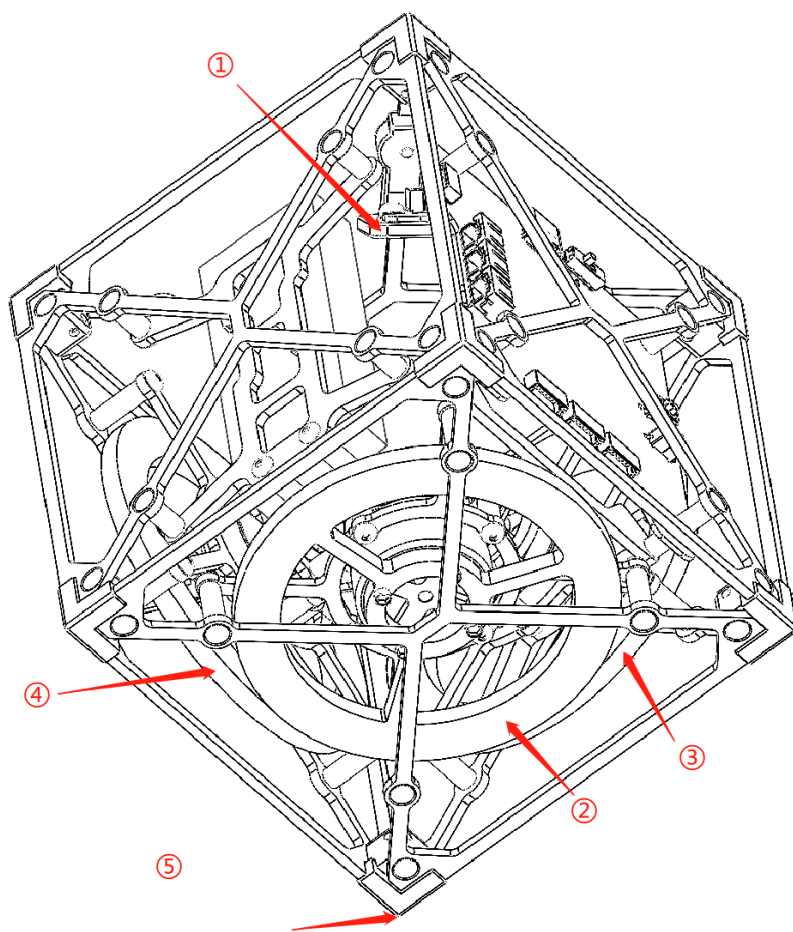
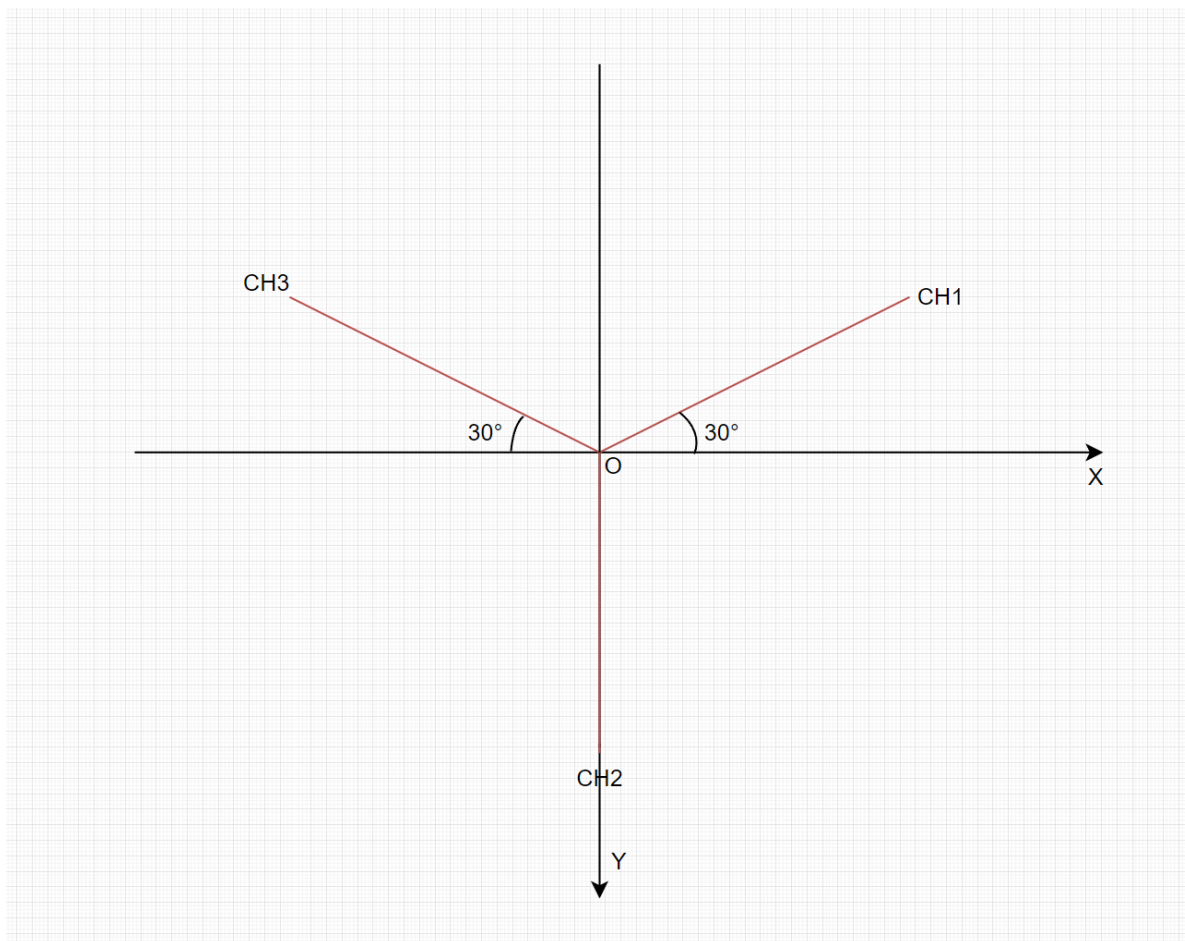

图2
图4
结构如图2所示
- ①：IMU
- ②：动量轮CH2
- ③：动量轮CH1
- ④：动量轮CH3
- ⑤：立方体角点O
2. 假定当前姿态为点平衡姿态，O为支点。由图2可得经过3个动量轮组成的平面Ⅰ与底面Ⅱ平行，IMU的X\Y轴组成的平面Ⅲ与底面Ⅱ平行。IMU3轴交点O1投影到底面上与点⑤重合；经过点⑤的立方体的边分别与底面的夹角为 $35.3^\circ$ ；3个动量轮的中点投影到底面上并分别与点O组成的线为OCH1，OCH2，OCH3。3OCH1，OCH2，OCH3的夹角分别为 $120^\circ$ 。IMU的Y轴投影到底面Ⅱ上并经过点O。因此经过点O建立直角坐标系，并且Y轴与IMU的Y轴平行，得到下图4